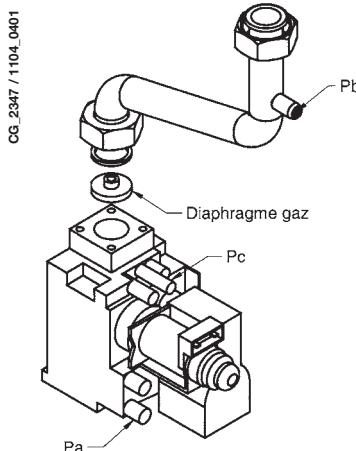

Figure 10
- ôter le diaphragme au niveau du bloc gaz (voir figure 10) et mettre en place le diaphragme propane.
- relier la prise de pression positive d'un manomètre différentiel, de préférence à eau, à la prise de pression (Pb) du raccord gaz (figure 10). Relier, pour les modèles à chambre étanche, la prise négative du manomètre à un "T" spécifique permettant de relier ensemble la prise d'équilibrage de pression de la chaudière, la prise d'équilibrage de pression de la vanne gaz (Pc) et le manomètre lui-même. (Une mesure équivalente peut être effectuée en reliant le manomètre à la prise de pression (Pb) et sans le panneau de façade de la chambre étanche);
- s'assurer que la pression d'alimentation de la chaudière, mesurée au niveau de la prise de pression (Pa) de la vanne gaz (figure 10) soit correcte (**37 mbar** pour gaz propane, **20 mbar** pour gaz G20 ou **25 mbar** pour gaz G25).
- Agir sur la vis "**Pmax/Pmin**" (Figure 10) pour obtenir la valeur de pression indiquée au Tableau 1.
Pour régler la pression à la puissance maximum, agir sur la vis « **Pmax** » (fig. 10) : tourner la vis dans le sens des aiguilles d'une montre pour augmenter la pression au brûleur ou dans le sens contraire pour la diminuer.
Pour régler la pression à la puissance minimum, agir sur la vis « **Pmin** » (fig. 10) : tourner la vis dans le sens inverse des aiguilles d'une montre pour augmenter la pression au brûleur ou dans le sens contraire pour la diminuer.